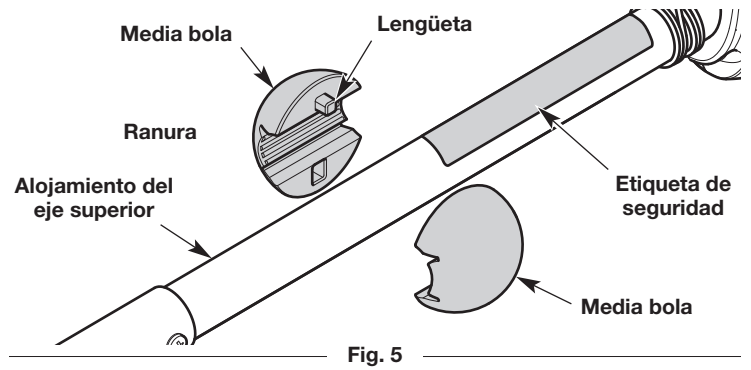

Fig. 5
1. Coloque media rótula a cada lado del alojamiento del eje superior (Fig. 5). Alinee cada lengüeta con su correspondiente ranura de la media bola opuesta (Fig. 5). Junte las dos medias bolas. Compruebe que la bola esté ubicada más allá del extremo de la etiqueta de seguridad (Fig. 5).